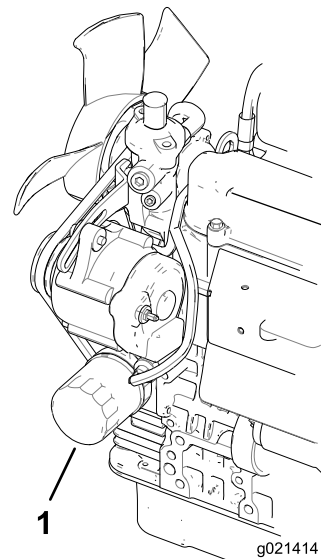

Figure 49
2. Déposez le filtre à huile (Figure 49). Appliquez une fine couche d'huile propre sur le joint du filtre de rechange avant de le mettre en place. **Ne serrez pas excessivement.**